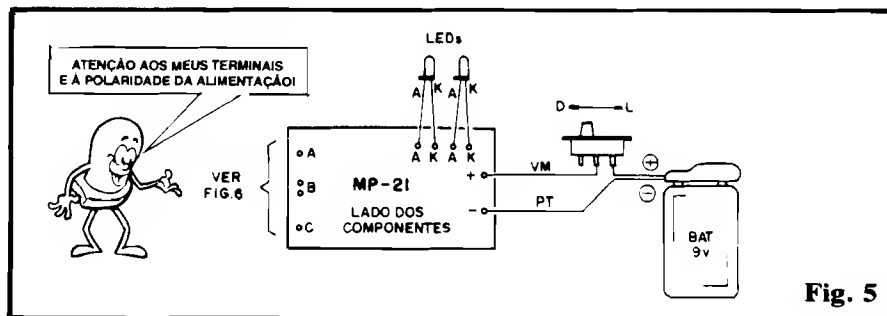
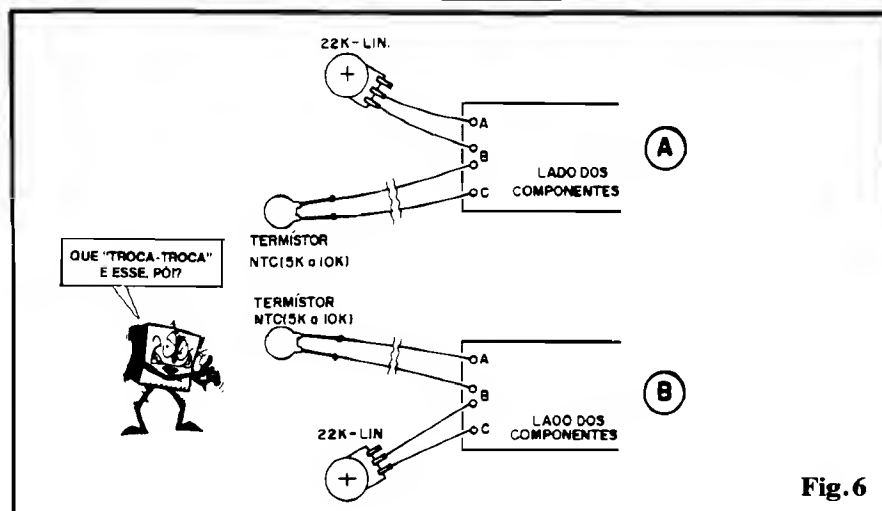

Fig. 5
Fig. 6
- FIG. 5 - As tais conexões externas são poucas e simples (e a continuação do assunto está na fig. 6...). Há que se observar as ligações dos LEDs, uma vez que a inversão de seus terminais redundará no não acendimento dos ditos cujos... Outro ponto que merece atenção é o relativo à polaridade da alimentação, notando-se o fio **vermelho** proveniente do "clip"/bateria corresponde à conexão do **positivo**, enquanto que o fio **preto** refere-se ao **negativo**. Finalmente, observar a intercalação do interruptor geral no fio do **positivo** da alimentação. Quanto aos LEDs, lembrar que, se necessário ou desejado, nada impede que sejam ligados à placa via pares de fios finos, no comprimento conveniente... Os pontos A-B-C (a ilha B é "dupla"...) destinam-se às ligações do sensor
- FIG. 6-A - Opção de ligação do sensor/potenciômetro, para atuação no sentido "quente liga" (alarme dos LEDs manifestando-se quando o ponto ajustado de temperatura é ultrapassado pela "subida" da temperatura...). Notem que o potenciômetro deve ficar próximo à placa, e é visto pela traseira, na figura... Já o sensor (TERMÍSTOR) pode situar-se remotamente (até um ou dois metros da placa...), ligado ao Circuito Impresso via par de fios finos (cabinho paralelo).
- FIG. 6-B - Opção de atuação inversa ("frio liga", ou alarme manifestando-se quando o ponto ajustado de temperatura é ultrapassado na "descida"...). Observem que simplesmente potenciômetro e NTC "trocam de lugar" (com relação ao diagrama 6-A...). Valem as mesmas recomendações já feitas para o caso anterior...
A calibração para um alarme tipo "frio liga" é basicamente idêntica (obviamente que o arranjo elétrico do potenciômetro/sensor deve estar "nos conformes", de acordo com a fig. 6 e instruções anexas...). Inicialmente (mantendo um termômetro de boa qualidade como referência...) coloca-se o ambiente/fluido/objeto na desejada temperatura/limite. Em seguida, ajusta-se o potenciômetro da MP-21 para que os LEDs **não pisquem**... Na sequência, muito lentamente, retorna-se o ajuste, parando-o **EXATAMENTE** no ponto em que os LEDs **começam** a se manifestar.
disparo" sob a condição ambiente (no "limiar" do acionamento...), e com o arranjo "quente-liga" (conforme fig. 6-A), basta "pegar" no TERMISTOR (simplesmente segurando o componente/sensor com dois dedos...) para que, em poucos instantes (devido ao incremento de um ou dois graus na Temperatura...) os LEDs comecem a indicar a "situação limite"!